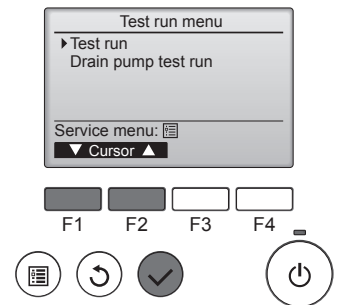

Fig. 7-2
- ② 從試運轉選單選擇“試運轉”，並按下 [SELECT] 按鈕。（Fig. 7-2）
- ③ 試運轉操作開始，並顯示試運轉操作畫面。